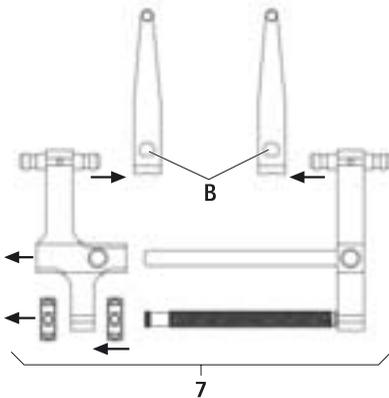

Fig. 2
- Desmontar el distractor 7 y las hojas distractoras, ver Fig. 2: Accionar la corredera B y retirar la hoja distractora FW239R.